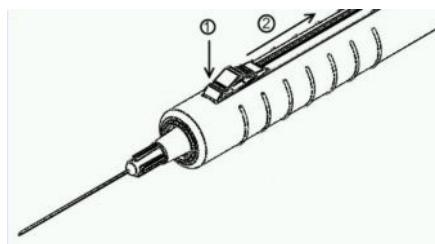

Рис. 9
2. Для убирания иглы используйте одну руку, нажмите на заднюю часть КНОПКИ большим пальцем. Это автоматически задвинет иглу в безопасное положение. Вы услышите щелчок КНОПКИ и игла зафиксируется в безопасном положении (Рис. 9, 10).